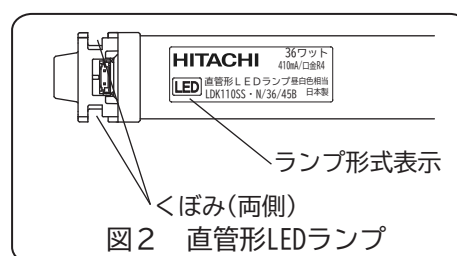

図2 直管形LEDランプ
- ③給電ケーブルを、図2のくぼみの片側に配線をまわしてください。